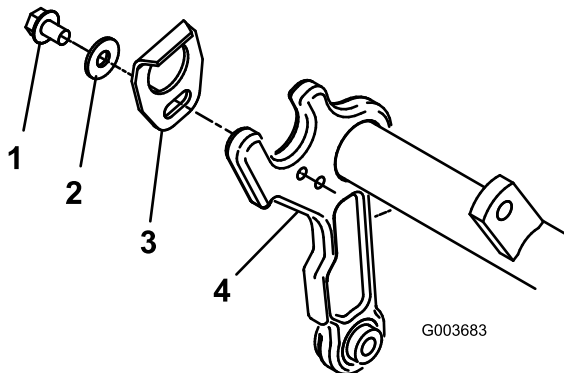

Figure 2
**Remarque:** Positionnez les composants comme montré à la Figure 2.